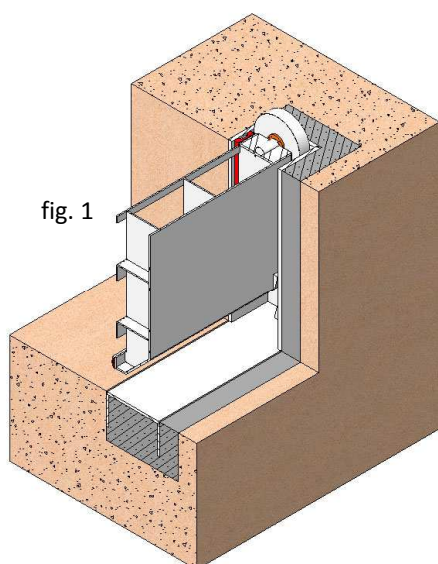

fig. 1
Étant donné que les vannes **VM** présentent de grandes dimensions et qu'elles sont conçues pour supporter des charges d'eau élevées, le système habituel (conseillé par CMO) est le montage bétonné (fig. 1). Pour cette option de montage, des creux sont prévus dans le génie civil pour introduire le corps de la vanne **VM**. Ensuite, les mortaises sont remplies avec un deuxième bétonnage.
- Pour monter la vanne bétonnée (fig. 1), nous suivrons les pas ci-dessous :